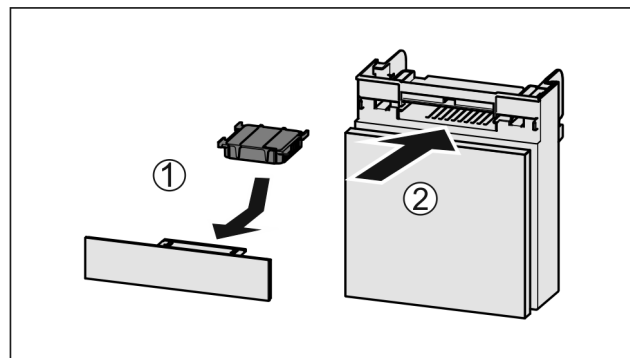

Fig. 219
- Introduceți Fig. 219 (1) filtrul de cărbune activ după cum se vede în figură.
- Împingeți Fig. 219 (2) compartimentul în interior.